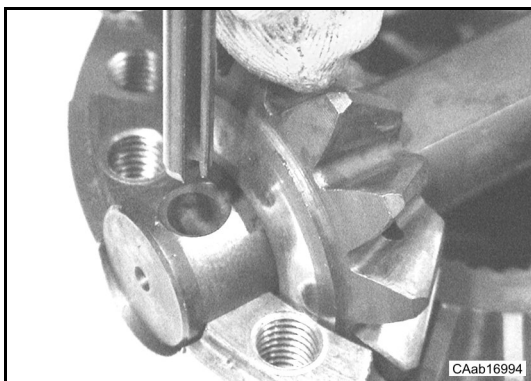

Fig. 11
- Al montaggio delle spine elastiche ad intaglio assicurarsi che l'intaglio delle stesse sia orientato nel senso dello sforzo sollecitante la spina (Fig. 11).
- Before assembling elastic pins, make sure that the notch is oriented towards the stressing force (Fig. 11).